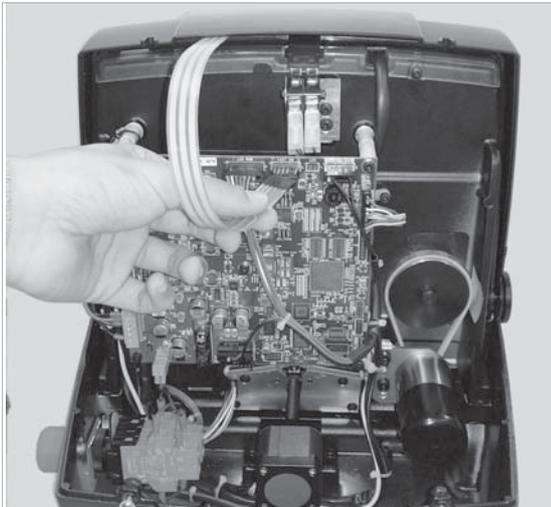

Fig. 47
- 3) Disconnect the keypad flat cable (Fig. 47).